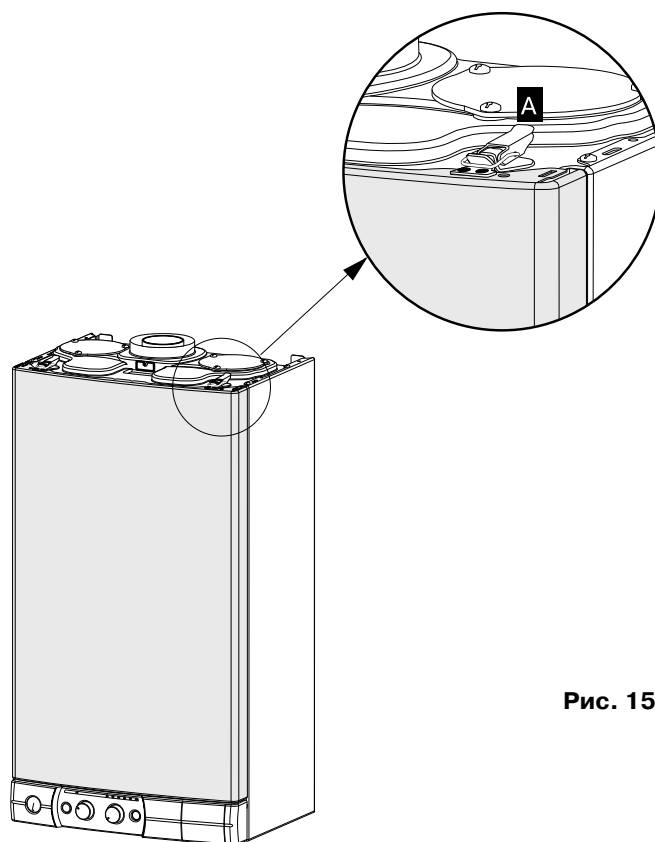

Рис. 15
- закрепите фиксаторы передней панели (рис. 15)